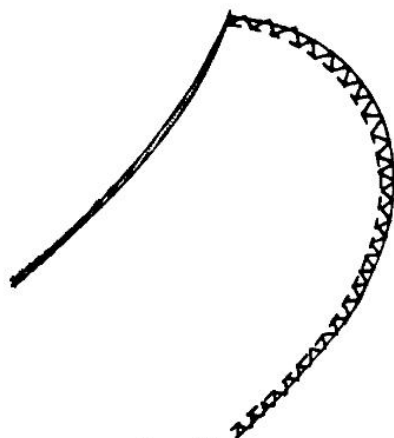

Рис. 97
3. Обметайте подрезанные припуски зигзагообразным швом (Ш,2 — Д,1). Каждый раз, когда игла опускается с правой стороны, она проходит мимо ткани (рис. 97).